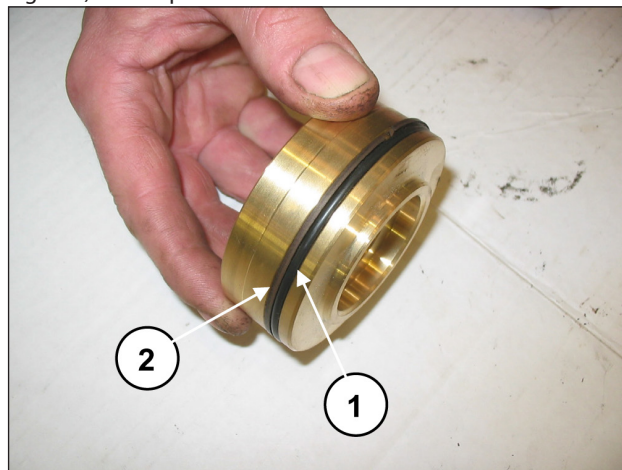

Fig. 131
Montar la junta tórica, pos. dibujo desglosado 17 (pos. ①, Fig. 131) y la anilla anti extrusión pos. desglosado 21 (pos. ②, Fig. 131) en el tapón de la válvula de envío.